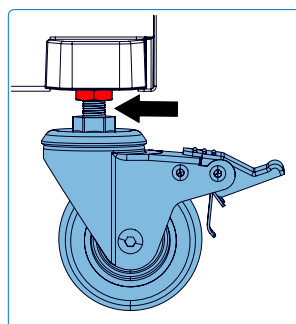
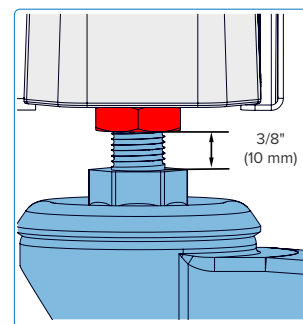

Fig. 23
Fig. 24
5. Une fois la hauteur désirée atteinte, resserrez l'écrou de retenue contre la base de l'appareil afin de fixer la roulette dans sa nouvelle position. Ne dépassez pas 3/8 po (10 mm) lors de l'ajustement (**Fig.23 et Fig.24**). Répétez cette procédure pour les autres roulettes jusqu'à ce que le gril soit de niveau et solidement supporté à chacun de ses coins.